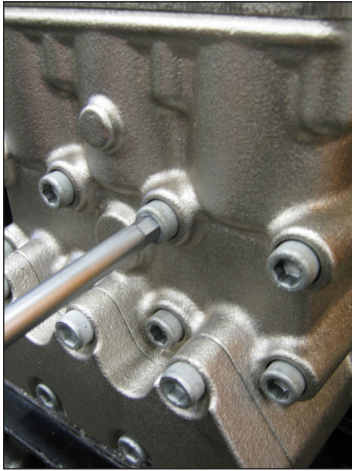

Fig. 20
A) Dévisser les vis de fixation de la tête M12x150 comme l'indique la Fig. 20.